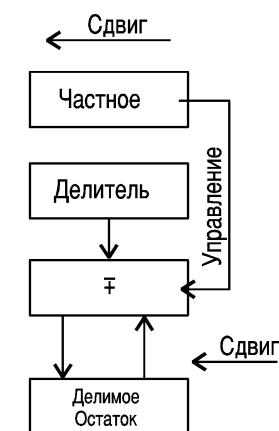

рис. 26
Графическая структура алгоритма деления целых беззнаковых чисел показана на **рис.26**. Делимое размещается в регистре (H,L), делитель – в регистре (C), частное – в регистре L.